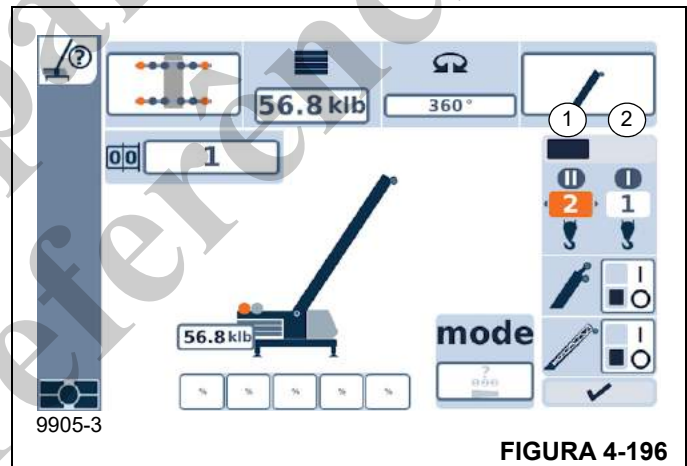

FIGURA 4-196
A carga está planejada para ser levantada com o guincho principal, por exemplo. No entanto, o indicador do guincho (1, Figura 4-196) para o guincho auxiliar está ligado e o indicador (2) para o guincho principal está desligado.